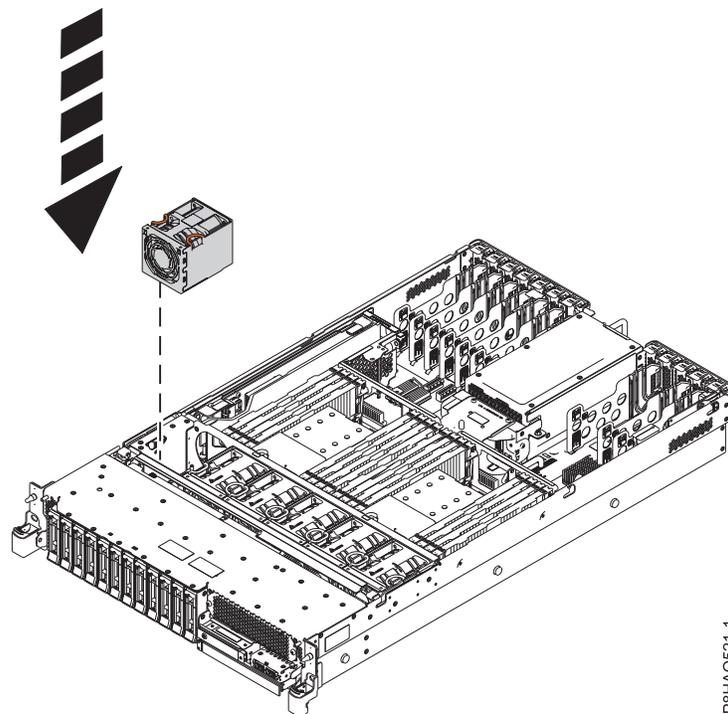

Abbildung 3. Lüfter austauschen
3. Drücken Sie die an dem Lüfter befindlichen ockerfarbenen Kontaktpunkte zusammen und senken Sie den Lüfter in den Anschluss im Lüfterrahmen ab (siehe Abb. 3).
4. Lassen Sie die ockerfarbenen Kontaktpunkte los und drücken Sie den Lüfter nach unten, bis er einrastet. Siehe Abb. 3.